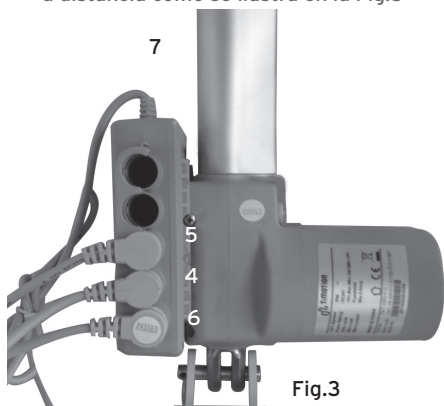

Fig.3
- Pasar a la conexión eléctrica del actuador levanta-cabeza (sólo para MI37XX-MI38XX) y del mando a distancia como se ilustra en la Fig.3